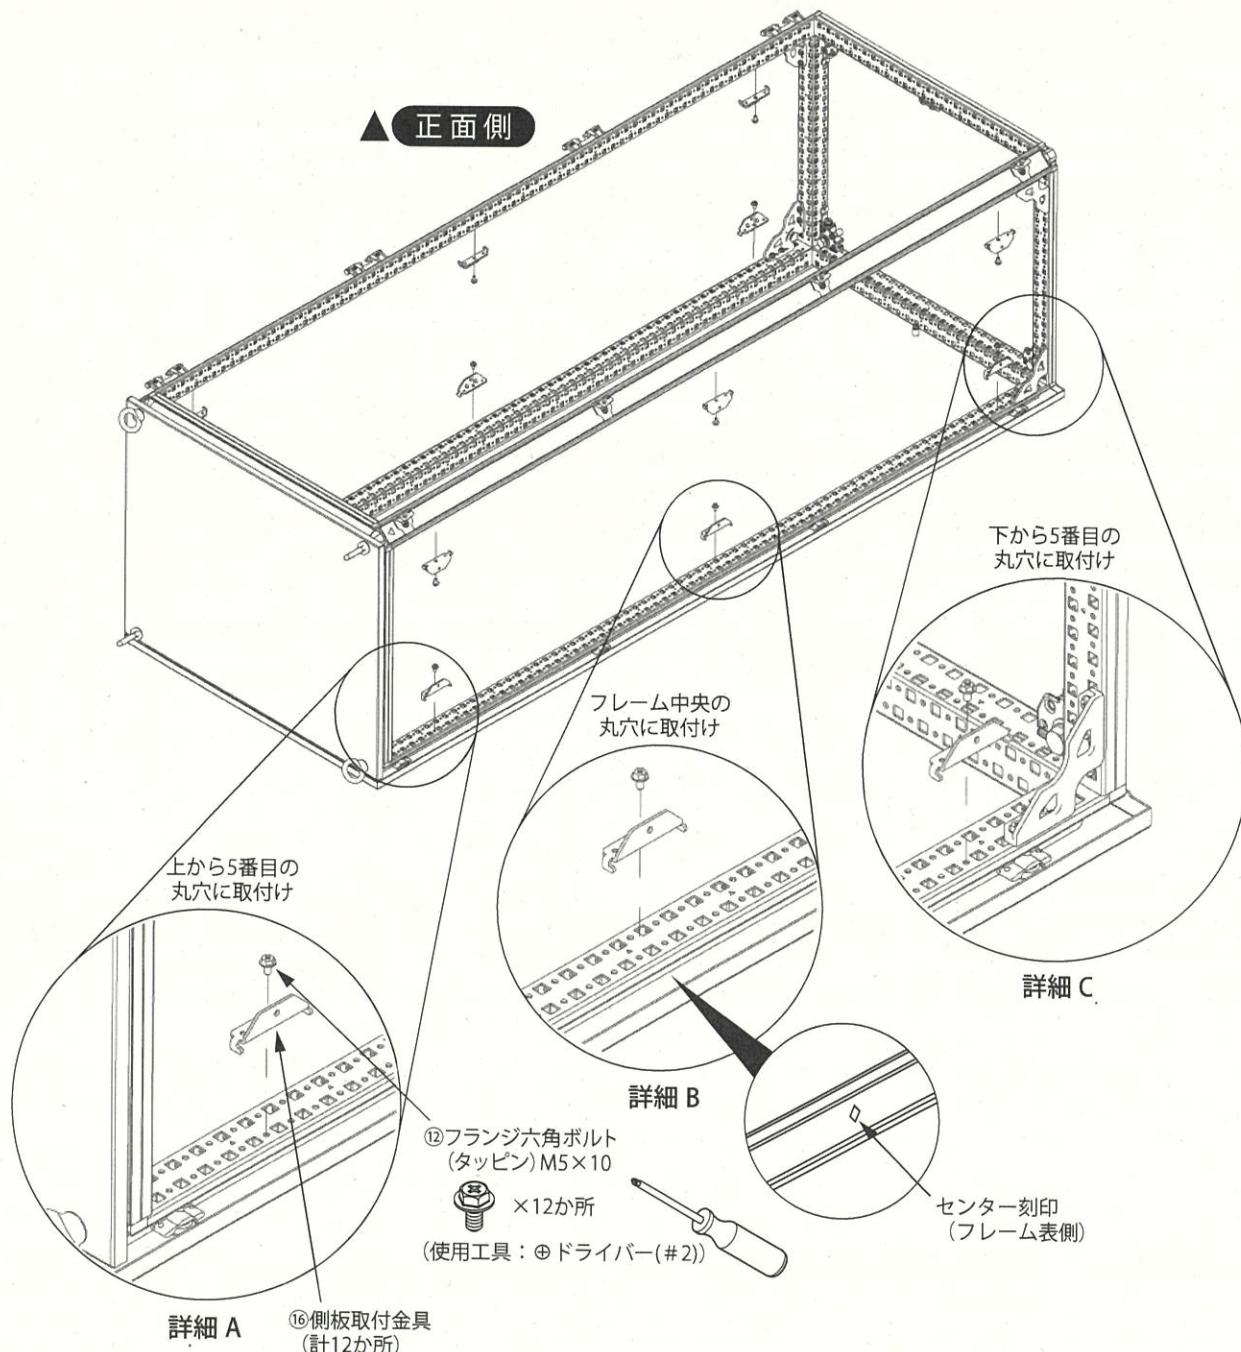

図 8
- (1) キャビネットを寝かせたまま、フレームタテの側面側に側板取付金具 12 か所を取付けます。フレームタテ 1 本につき、上(外側穴配列の上から 5 番目の丸穴)、真中(同配列のちょうど真中)、下(同配列の下から 5 番目の丸穴)の 3 か所に取付けます。(図 8 詳細 A、B、C)